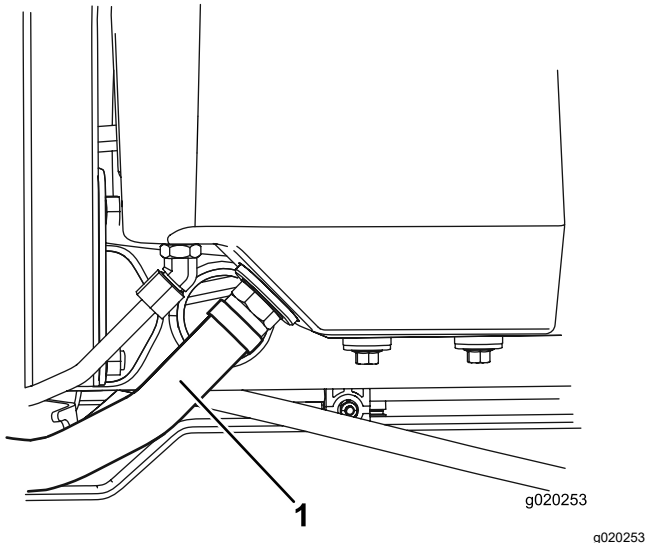

Bild 79
2. Schließen Sie den großen Hydraulikschlauch (Bild 79) vom Behälter ab und lassen das Hydrauliköl in eine Auffangwanne ablaufen.